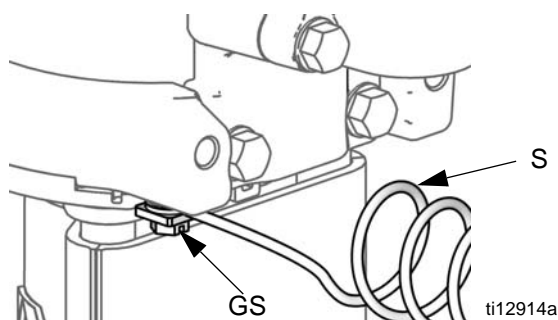

FIG. 4. Aard de pomp.
**Pomp:** Zie FIG. 4. Controleer of de aardings Schroef (GS) veilig is bevestigd en vastgedraaid is aan de luchtmotor. Sluit het andere uiteinde van de aardingsdraad (S) aan op een goede aarde.